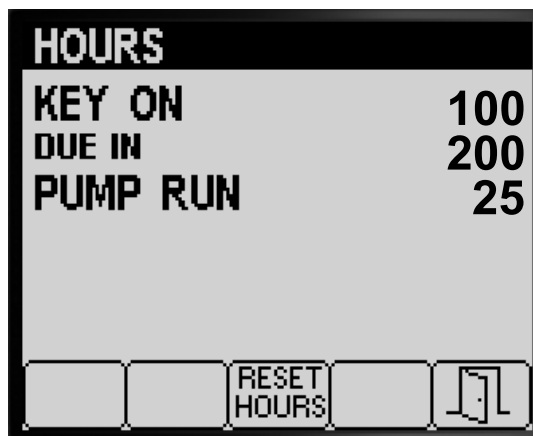

Figura 81
3. Utilizzate le informazioni dei contatori (Figura 81) visualizzate sullo schermo per determinare quanto segue:
4. Per resettare le ore di tutti i contatori premete pulsante 3 (Figura 81).
5. Premete il pulsante 5 per uscire dalla schermata HOURS e tornare alla schermata SERVIZIO (Figura 81).